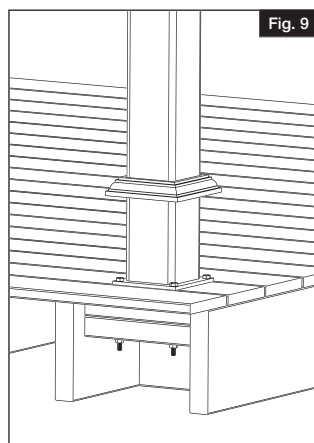

Fig. 9
- Passar los tornillos de $\frac{5}{16}$ " a través de la chapa del poste y fijar una chapa inferior adicional por la parte inferior de la superficie de madera con las tuercas compradas (se pueden nivelar los postes según se necesite usando arandelas de acero como cuñas) (Fig. 9).